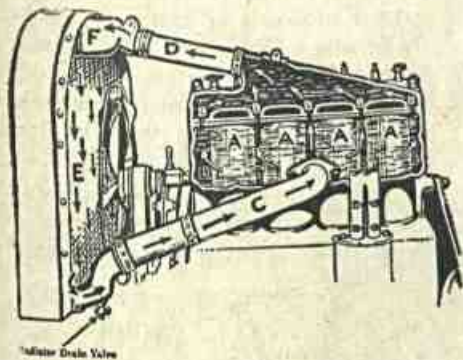

Fig. 176 — Diagrama simplificado de um sistema de arrefecimento a água do tipo de termo-sifão.
a) — Arrefecimento por termo-sifão — Hoje está fora de uso tal sistema de arrefecimento, que vem a ser a circulação natural. Conta ele unicamente com a expansão da água, quando aquecida como a única energia para fazer essa água circular (fig. 176). A água em redor dos cilindros se aquece e consequentemente se expande, pelo que seu peso (densidade) diminui. Sendo mais leve, a água quente sobe, cede lugar